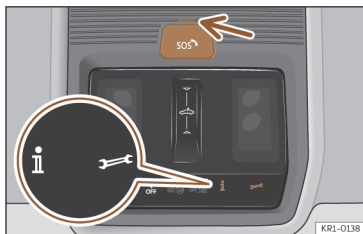

Abb. 47 In der Dachkonsole: Schalter für Sprachdienste.
Durch Drücken der Tasten **i**, **↔** und **SOS** >>> (**Abb. 47**) können folgende Sprachdienste aufgerufen werden:
Der Schalter verfügt über eine Kontrollleuchte >>> (**Abb. 47**) (Pfeil). Sie dient zur Anzeige folgender Zustände:
1. Drücken Sie kurz auf die Abdeckung der Taste  und öffnen Sie diese >>> (Abb. 47).
öffentliche Notruf-System standardmäßig aktiviert. Das Steuerelement befindet sich in der Dachkonsole >>> (Abb. 47).